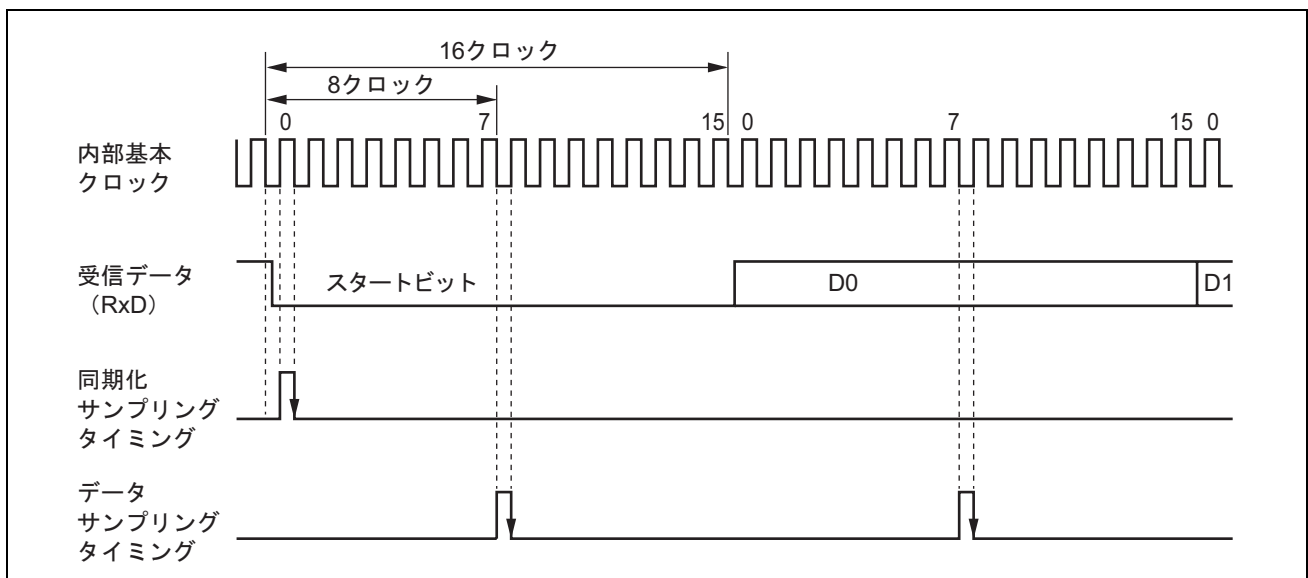

図 17.6 調歩同期式モードの受信データサンプリングタイミング
調歩同期式モードでは、SCI はビットレートの 16 倍*の周波数の基本クロックで動作します。受信時はスタートビットの立ち下がり基本クロックでサンプリングして内部を同期化します。また、図 17.6 に示すように受信データを基本クロックの 8 番目*の立ち上がりエッジでサンプリングすることで、各ビットの中央でデータを取り込みます。したがって、調歩同期式モードでの受信マージンは式 (1) のように表わすことができます。